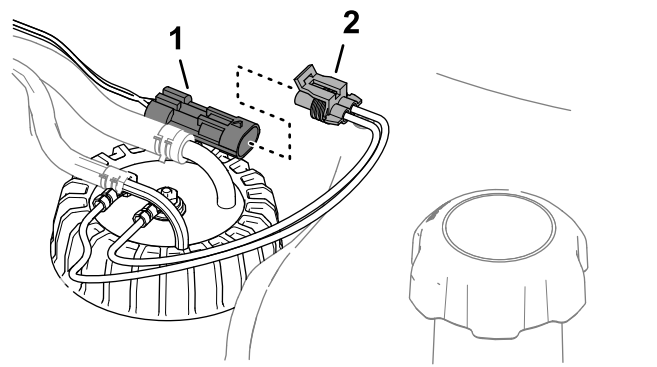

Bild 98
6. Verbinden Sie den Steckverbinder des Kraftstoff-Füllstandsensors mit dem Steckverbinder des Maschinenkabelbaums (Bild 98).